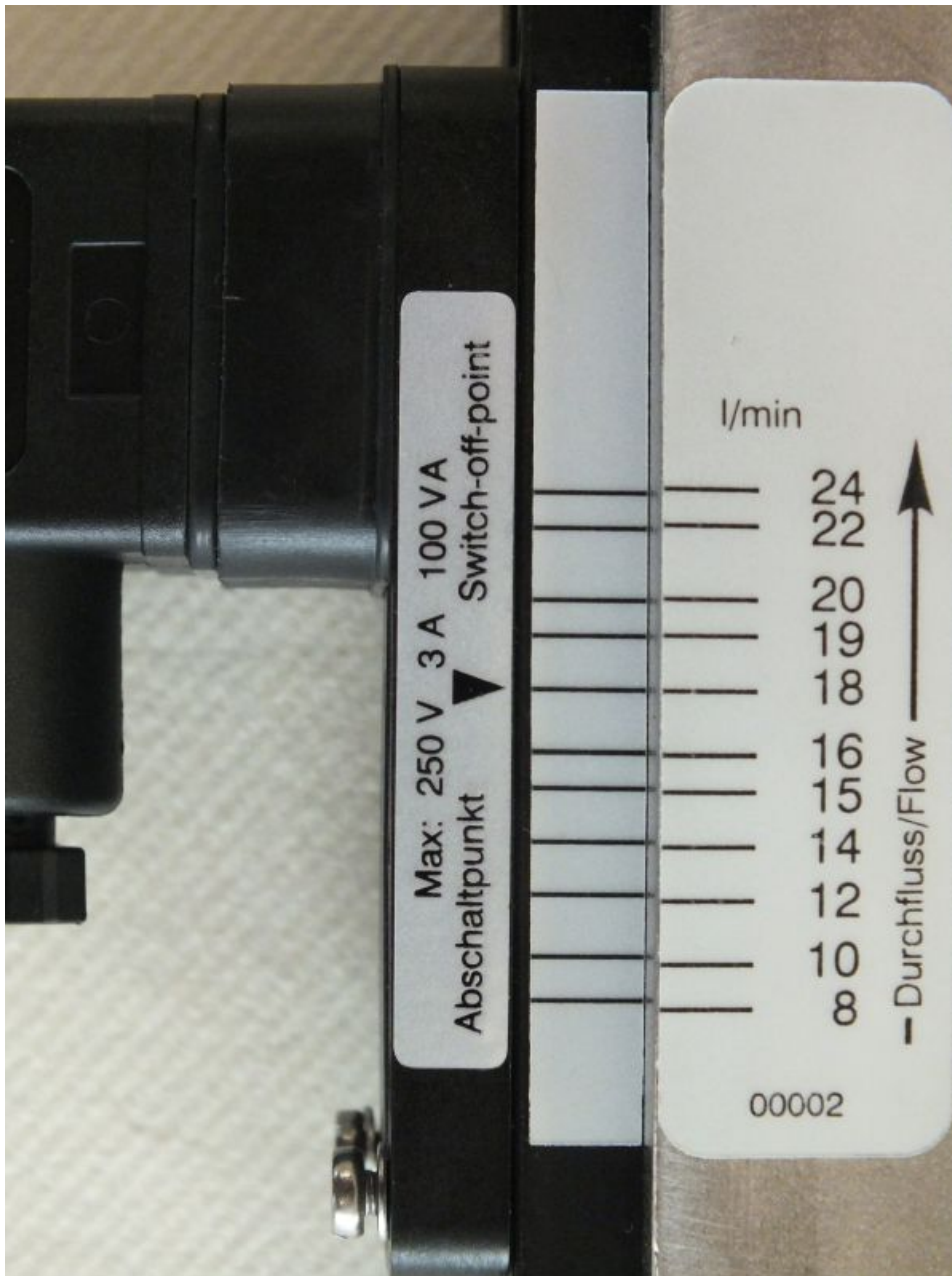

Abb. 41: Schaltwert ablesen (Beispielskala)
1. ➤ Darauf achten, dass der Einstellpfeil, der Skalenstrich des Zusatzetikettes (Führungsleiste) und der Skalenstrich der Körperskala in einer Flucht liegen (Abb. 41).